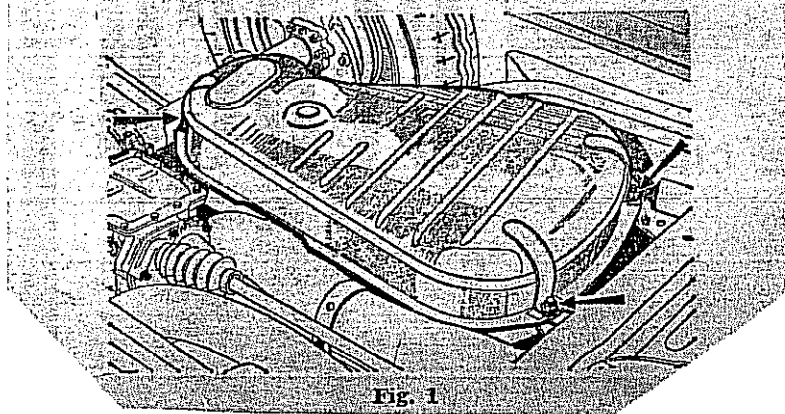

Fig. 1
- 5) Quitar las tres tuercas de fijación del tanque de combustible al piso de la carrocería según se indica con flechas en la fig. 1. Luego quitar el tanque.